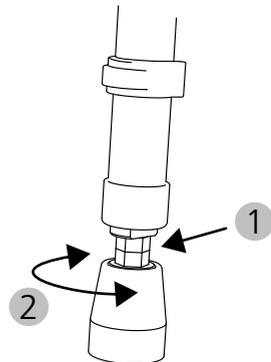

Abb. 4
1. Zuerst die Kontermuttern (Abb. 4, 1) lösen.
2. Dann durch Herausdrehen oder Eindrehen der Justierschraube (Abb. 4, 2) die gewünschte Stellung herstellen.
3. Die Kontermutter wieder festdrehen (Abb. 4, 1).